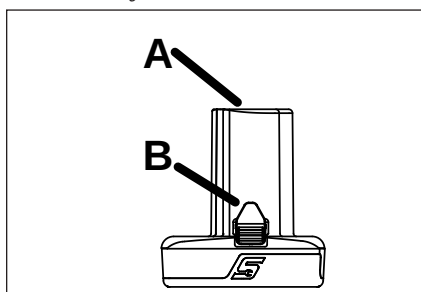

Figure 3: Bloc-batterie
1. Insérer une batterie CTB complètement chargée dans la base de l'outil, comme illustré à la figure 3.